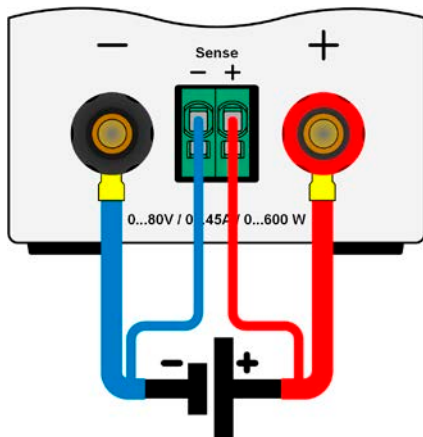

Рисунок 6 - Пример соединения удалённой компенсации
- Удалённая компенсация напряжения эффективна только при режиме постоянного напряжения (CV) и для других режимов работы, вход «sense» должен быть отключен по возможности, тогда как его подключение ведёт к увеличению колебаний.
- Кабели Sense должны быть подключены + к + и - к - на источнике, в противном случае, вход Sense электронной нагрузки будет повреждён. Смотрите Рисунок 6 ниже.